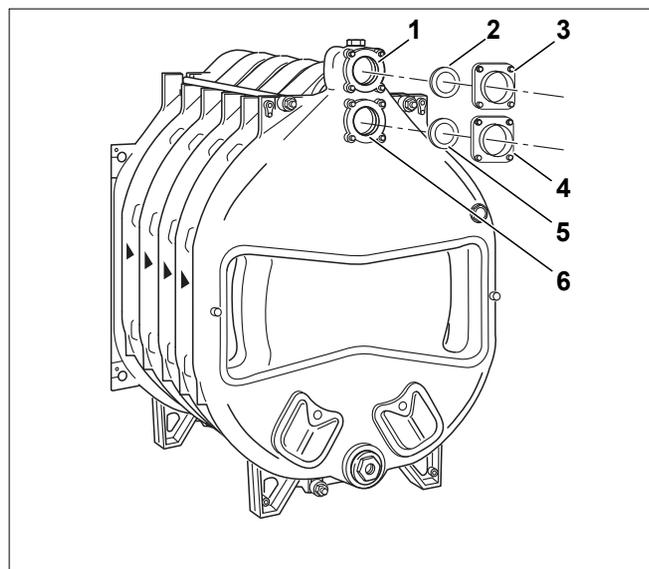

Рис. 23 Монтаж соединительного фланца
- ▶ На верхней ступице котла (рис. 23, [6]) устанавливается фланец с приваренным патрубком для последующего подключения обратной линии. На рисунке показаны фланец и уплотнительное кольцо (рис. 23, [4] и [5]).
Фланец подающей линии (рис. 23, [3]) с уплотнительным кольцом (рис. 23, [2]) используются при дальнейшем подключении подающей линии (рис. 23, [1]).